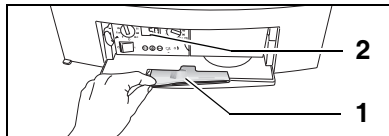

Fig. 3 BC10 og betjeningsvejledning
Basiscontrolleren BC10 befinder sig bag klappen på venstre side (→ fig. 3, **pos. 2**).
På bagsiden af klappen er der et rum med betjeningsvejledningen til gaskedlen (→ fig. 3, **pos. 1**).